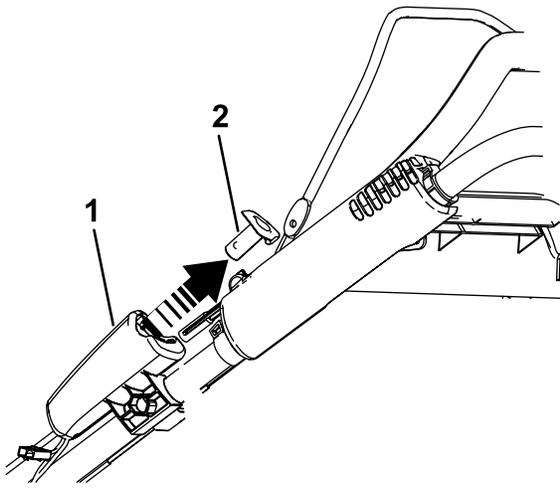

Figura 24
1. Retire el botón de arranque eléctrico como se muestra en Figura 24 (modelo de arranque eléctrico solamente).